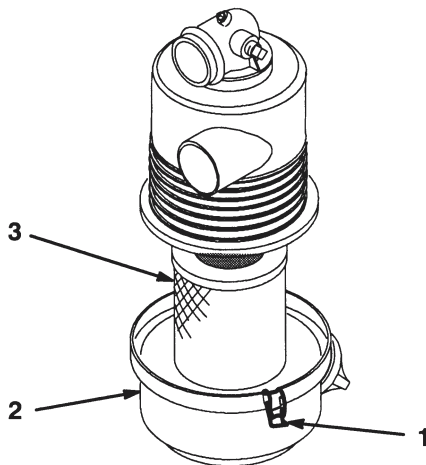

Figure 19
3. Desserrez les fixations qui maintiennent le couvercle sur le corps du filtre à air. Otez le couvercle du corps et nettoyez l'intérieur (Fig. 19).
4. Sortez l'élément filtrant du corps du filtre avec précaution pour ne pas déloger trop de poussière (Fig. 19). Évitez de cogner l'élément contre les parois du filtre.